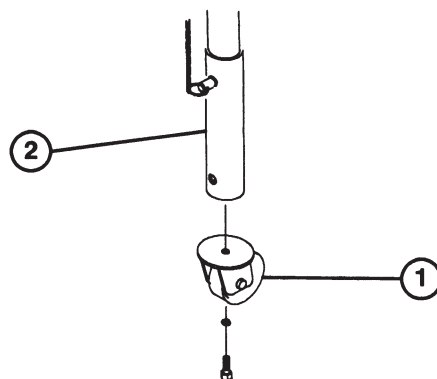

Figure 8
4. Montez la roue pivotante sur le tube pivot arrière/support de sécurité avec le boulon et la rondelle retirés précédemment (Fig. 8).